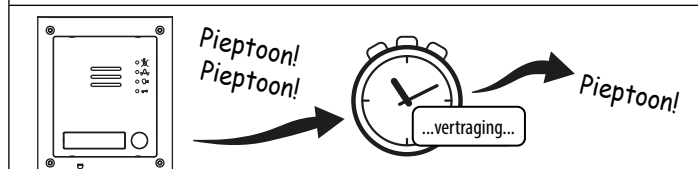

Fig. 57
3. Schakel de GSM-module in, u hoort 2 pieptonen gevolgd door een korte vertraging en vervolgens een 3e pieptoon, zoals weergegeven in **Fig.57**.